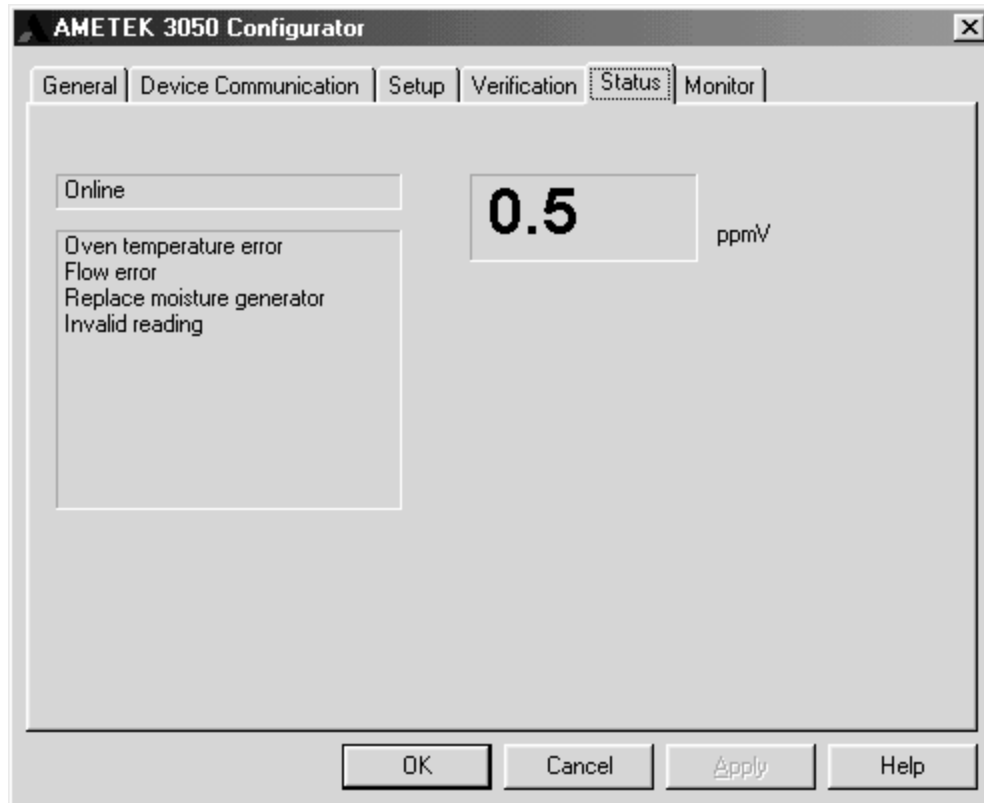

Figure 3.8. : Configurateur AMETEK 3050-OLV - Onglet Statut
5. Visualiser les lectures de l'Analyseur 3050 OLV à l'aide de l'onglet Statut. Se reporter en Figure 3.8.